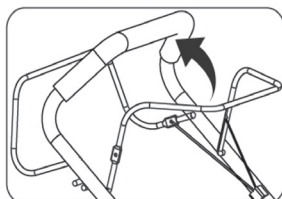

Рис. 14
3. Лево́й рукой нажмите и удерживайте рычаг останова двигателя (рис. 14).